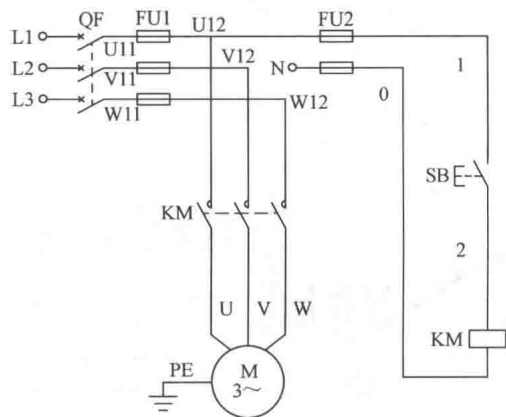

图 1-2 三相异步电动机点动运行控制电路原理图
识读三相异步电动机点动运行控制电路原理图,如图 1-2 所示,并完成以下任务。
1. 明确图 1-2 中所用电器元件名称及其作用,并填入表 1-1 中。
2. 小组讨论图 1-2 中点动运行控制电路工作原理。